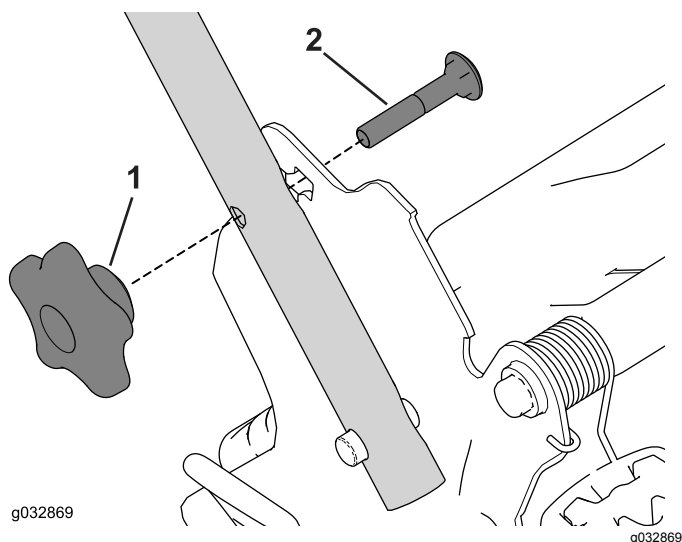

Figure 28
2. Retirez les 2 boutons de guidon et les 2 boulons de carrosserie des supports du guidon (Figure 28) et conservez-les.